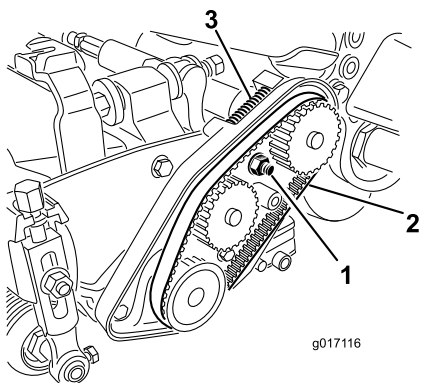

Figura 45
- A. Allentate il dado di montaggio dell'alloggiamento dei cuscinetti (Figura 45).
- C. Pulite da qualsiasi detrito l'interno della sede della cinghia e l'area attorno alla molla di compressione (Figura 45).